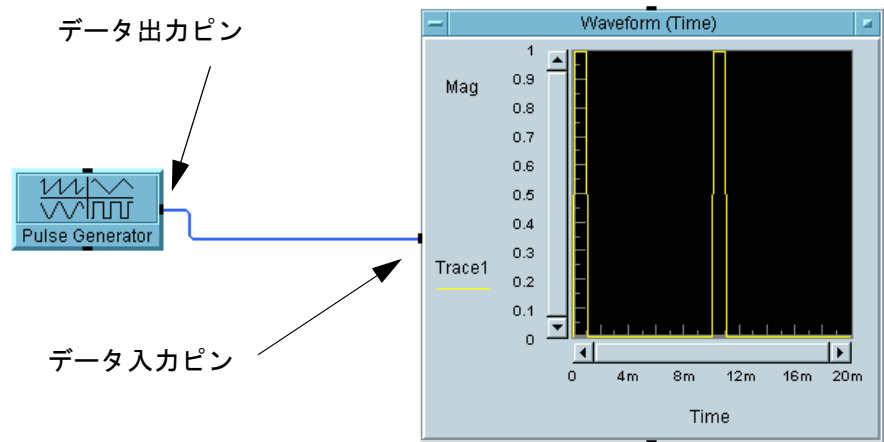

図 1-15. オブジェクト間のデータ・ラインの作成
1. 一方のオブジェクトのデータ出力ピンの上またはそのすぐ外側をクリックし、次に、もう一方のオブジェクトのデータ入力ピンをクリックします。図 1-15 はこの様子を示しています。ポインタを一方のピンからもう一方のピンへ移動すると、ポインタの後にラインが表示されます。